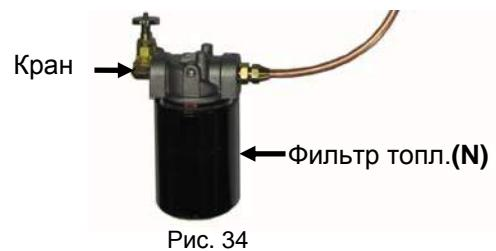

Рис. 34
1. Установите топливный фильтр/корпус сетчатого фильтра (N) в отверстие бака с резьбой, обработав соединение герметиком (O), входящим в комплект поставки. (Рис. 34)